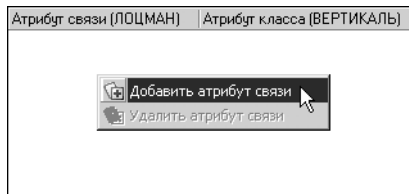

Рис. 23.19. Контекстное меню **Панели атрибутов связи объектов**
6. Вызовите контекстное меню **Панели атрибутов связи объектов** нажатием правой кнопки мыши. В контекстном меню выберите пункт **Добавить атрибут связи** (рис. 23.19).